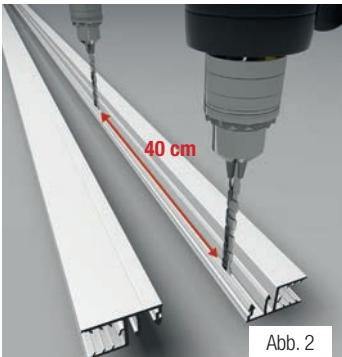

Abb. 2
3. Das später auf der Unterkonstruktion aufliegende Profilteil (also jedes 2. Profil) wird in das obere Profil „eingeklippt“. Aus diesen Grund muss alle 40 cm mit einem 5-mm-Bohrer vorgebohrt werden (siehe Abb. 2).